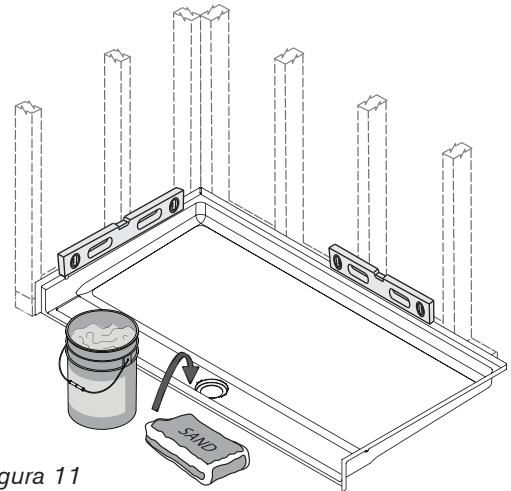

Figura 11
- 15 Coloque un peso (un balde de agua o arena) sobre el área de drenaje para asegurarse de que la resina epoxi surta efecto. (Figura 11)